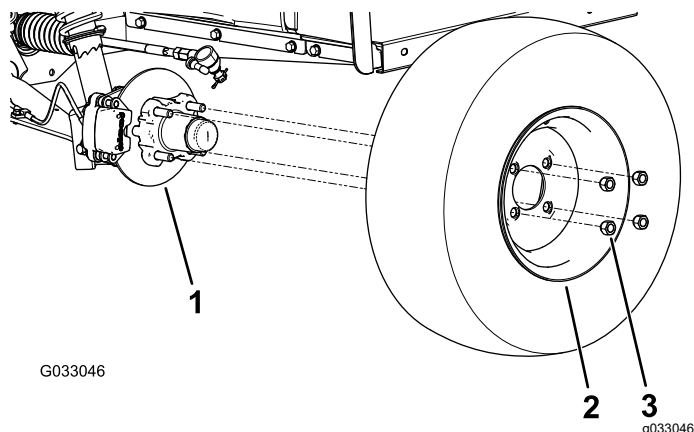

Figura 32
2. Togliete i 4 dadi a staffa che fissano la ruota al mozzo (Figura 32).
4. Allineate i fori sulla ruota ai prigionieri del mozzo e montate la ruota sul mozzo con lo stelo della valvola rivolto all'esterno (Figura 32).
5. Fissate la ruota al mozzo utilizzando i dadi per le ruote (Figura 32).